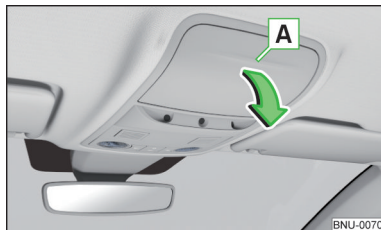

Abb. 115
- » Zum **Öffnen** auf den Deckel des Brillenfachs im Bereich **A** drücken. Das Fach klappt in Pfeilrichtung » Abb. 115.